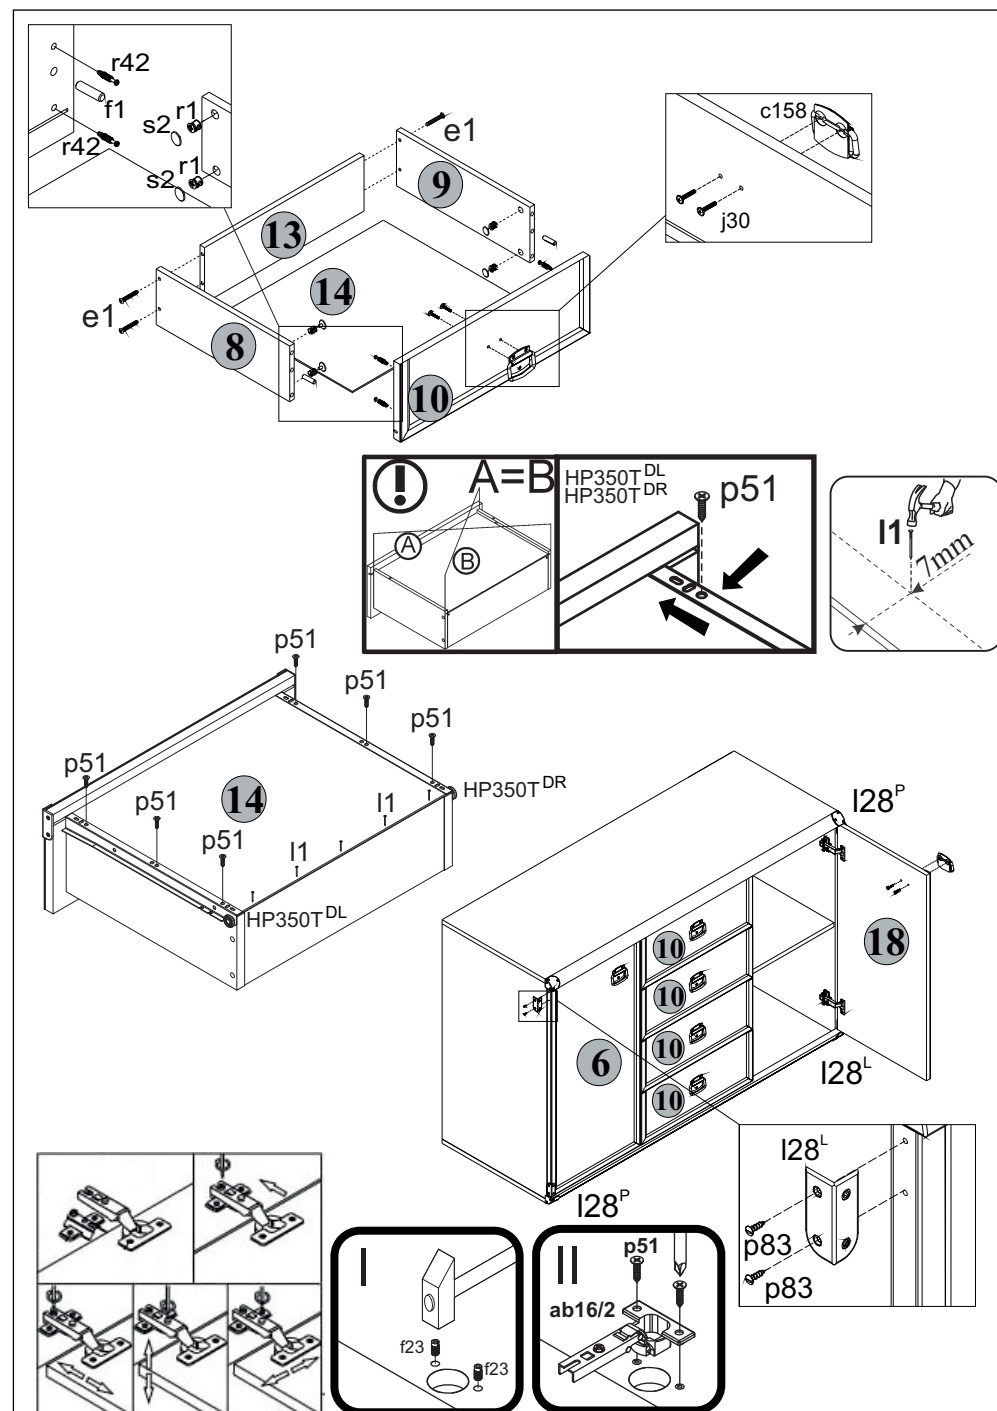

Рис. 3
- 5.25 Положить двери **6** и **18** фасадной поверхностью вниз на ровную поверхность. Закрепить на дверях шарнирные **ab16/2** при помощи шурупов **p51** и втулок **f23**, пользуясь крестообразной отверткой (**см. рис. 3**).
- 5.26 Навесить двери на корпус тумбы, совместив петли шарнирные **ab16/2** с направляющими петель **ab16/1** (**см.рис.3**). При необходимости отрегулировать положение дверей, вращая регулировочные винты (**см.рис. 3**).
5.16 В отверстия диаметром **8 мм** на передних кромках стенок боковых **8** и **9** корпусов выдвижных ящиков вбить деревянные шканты **f1** (**см.рис.3**).
5.17 В отверстия диаметром **15 мм** на внутренних поверхностях стенок боковых **8** и **9** корпусов выдвижных ящиков вставить стяжки эксцентрикковые **r1** (**см.рис.3**).
5.18 В отверстия диаметром **5 мм** на внутренних поверхностях панелей передних **10** ящиков выдвижных с помощью крестообразной отвертки вкрутить винты стяжки **r42** (**см.рис.3**).
5.20 Соединить панель переднюю **10** с корпусом ящика выдвижного и затянуть стяжки эксцентрикковые **r1**, пользуясь специальным ключом **z1**. Закрыть стяжки эксцентрикковые заглушками **s2** (**см.рис.3**).